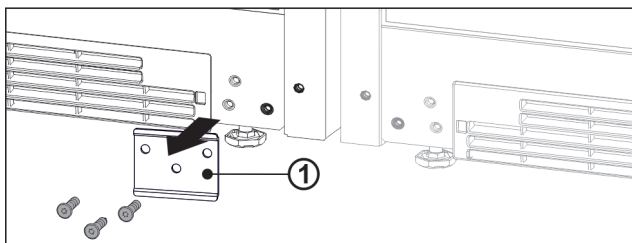

Fig. 14
- Se è integrata la lamiera Fig. 14 (1), sviarla.